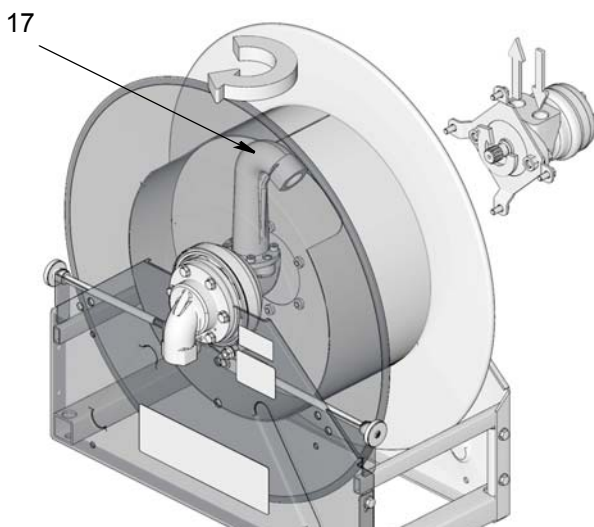

FIG. 25
- b. Ruotare l'uscita (17) di 180° come mostrato in FIG. 25.